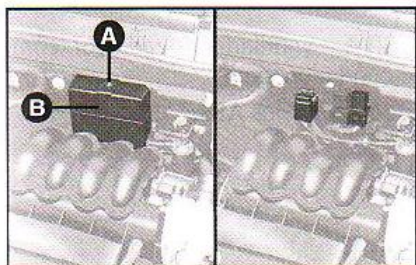

fig. 55
- Retirar o parafuso A-fig. 55 da parte superior e remover a tampa de proteção B.